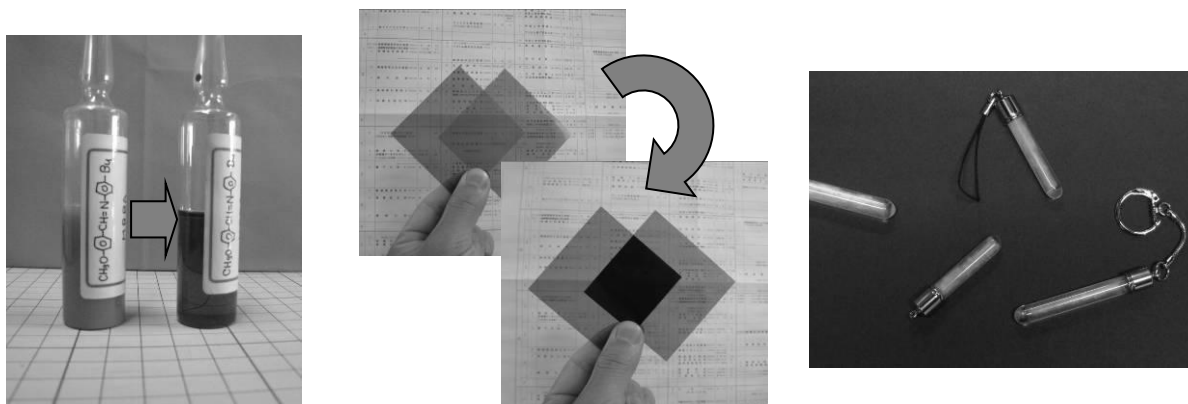

図3 実験の内容
実験① 温度で (液晶→透明液体) に状態が変わる液晶 (図 3 左)
また、その後の実験で偏光フィルターを使った実験 (図 3 中央)、液晶ディスプレイを加熱する実験を行って液晶ディスプレイの原理を視覚的に体験した。
ヒドロキシプロピルセルロース（粉末）を水と混ぜて液晶をつくり、その液晶をガラス管に封じて液晶の入ったキーホルダーを作った。（図3右）また、その液晶を温めたり、冷やしたりして色の変化を観察した。